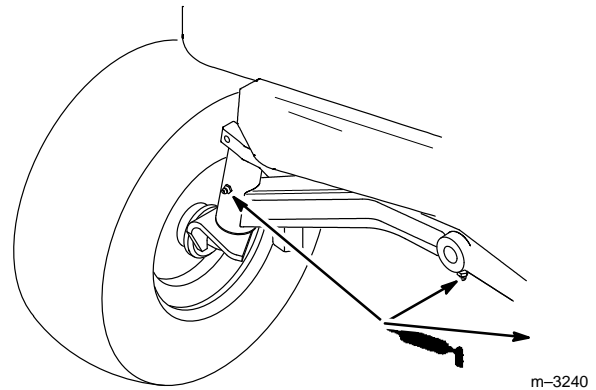

Abbildung 31
1. Den linken und rechten Achszapfen schmieren, bis das Fett beginnt, aus den Lagern auszutreten (Abb. 31).
2. Den vorderen Achsschenkel schmieren (Abb. 31).